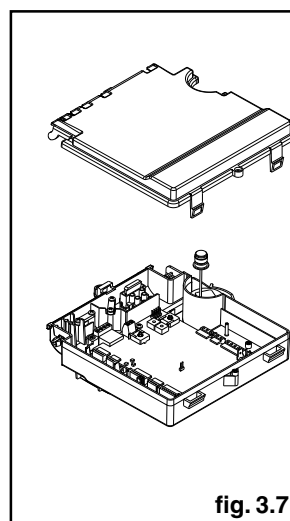

fig. 3.7
- rimuovere la copertura morsettieria (fig. 3.7)